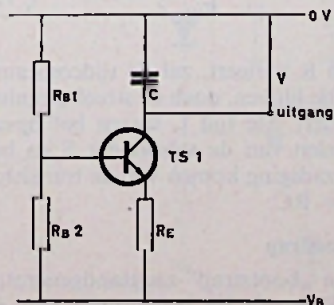

Fig. 1
1. Opladen van een condensator met een transistor (fig. 1).
Een vierlagendiode heeft als eigenschap dat hij geleidend wordt als de spanning erover te hoog wordt en wel totdat de spanning bijna nul is geworden. Indien wij dit combineren met fig. 1, krijgen we